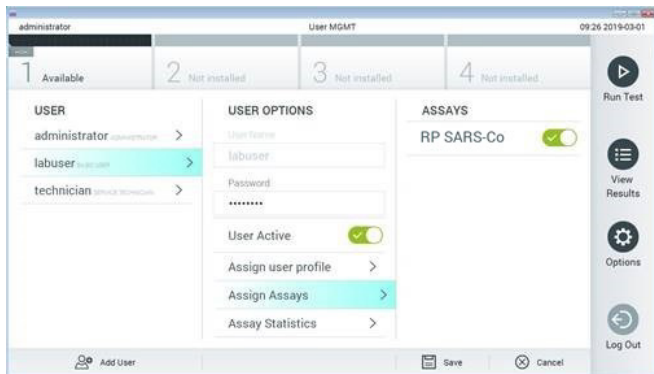

Figura 91. Atribuindo o ensaio ativo.
8. Atribua o ensaio ativo ao usuário pressionando o botão Options (Opções) e, em seguida, o botão User Management (Gerenciamento de usuários). Selecione o usuário que deve ter permissão para executar o ensaio. Em seguida, selecione Assign Assays (Atribuir ensaios) em "User Options" (Opções do usuário). Ative o ensaio e pressione o botão Save (Salvar) (Figura 91).